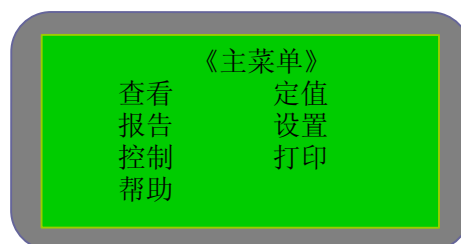

图 5-1
- 用户操作界面是一个多级菜单结构，从静态工作界面按“确认”键首先进入主菜单（图 5-1）；在主菜单按“退出”键或一分钟无操作，便可从用户操作界面回到静态工作界面。